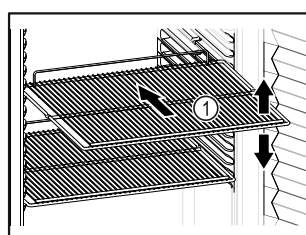

Fig. 30 Representación a modo de ejemplo
- ❑ Si los estantes de rejilla Fig. 30 (1) se pueden colocar en distintas posiciones, ajustarlos en altura.